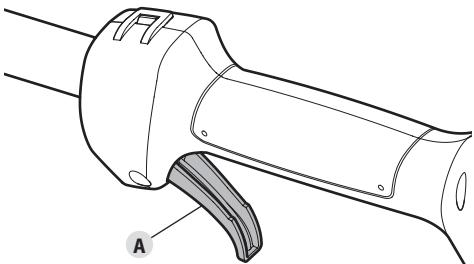

Fig. 15
4. Apriete y mantenga oprimido el control del acelerador (Fig. 15-A).
1. Suelte el control del acelerador (Fig. 15-A) y deje que el motor funcione en ralentí.